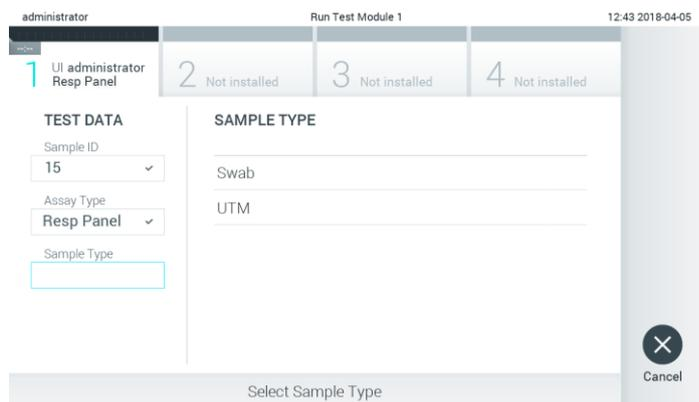

Рис. 72. Выбор типа пробы.
5. Поле «Assay Type» (Тип тест-системы) будет заполнено автоматически, и при необходимости нужно будет вручную выбрать в списке нужный **Sample Type** (Тип пробы) (рис. 72).